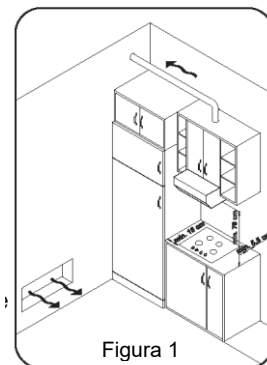

Figura 1
- Si Trio está instalado entre dos armarios, la distancia entre Trio y el armario debe ser de al menos 15 cm (véase la figura 1). La distancia entre Trio y la pared trasera debe ser de al menos 5,5 cm. La distancia entre Trio y cualquier otra unidad o electrodoméstico ubicado por encima de él (por ejemplo, una campana extractora) no debe ser inferior a 70 cm (figura 1).